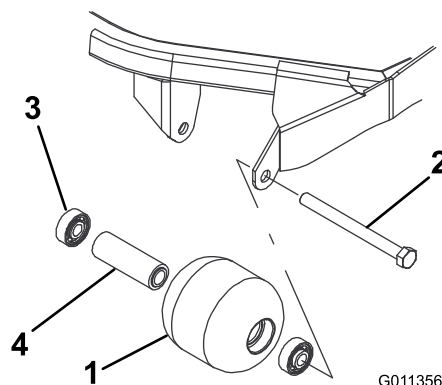

図 91
1. ローラ取り付けボルトを外す 図 91。
4. ローラハウジング、ベアリング、ベアリングスペーサに破損がないか点検する 図 91。破損している部品を交換し、組み立てを行う。
1. 第一のベアリングをローラハウジングに押し込む 図 91。アウターレースのみを押すか、インナーレースとアウターレースを均等に押すかする。
2. スペーサを入れる 図 91。
3. 第二のベアリングをローラハウジングに入れる 図 91 このときは、インナーレースがスペーサに接触するまで、インナーレースとアウターレースを均等に押す。